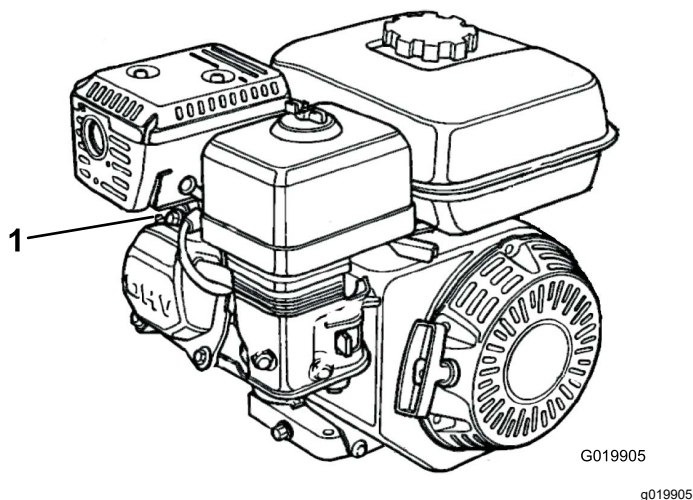

Figure 32
2. Débranchez le fil de la bougie (Figure 32).